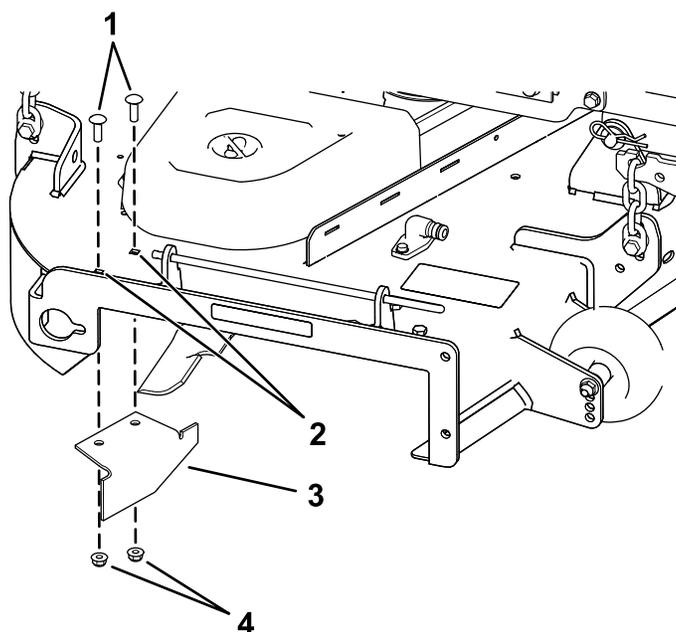

Figura 38
- Localice el tabique en la bolsa de piezas sueltas, retire las fijaciones de los taladros traseros de la placa de descarga, e instale el tabique en el orificio de descarga lateral de la carcava del cortacésped (Figura 38).